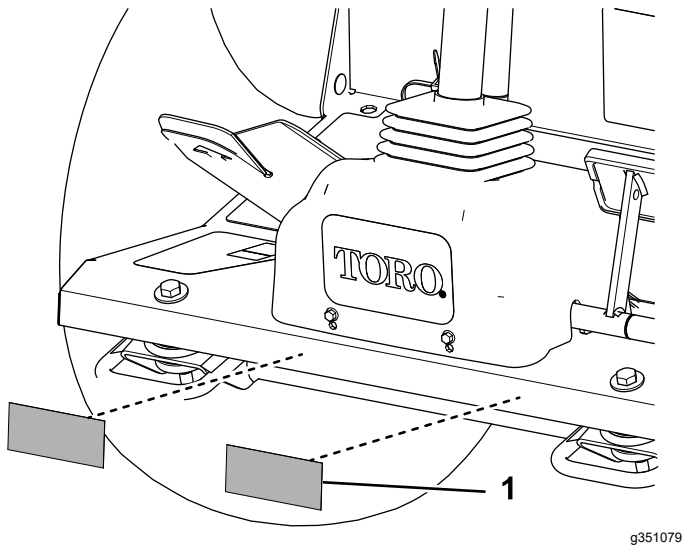

Figure 4
1. Nettoyez le bord avant de la plate-forme à l'alcool et laissez-le sécher (Figure 4).
3. Alignez l'autocollant réfléchissant sur le bord inférieur de la plate-forme, comme montré à la Figure 4, et collez-le sur la plate-forme.